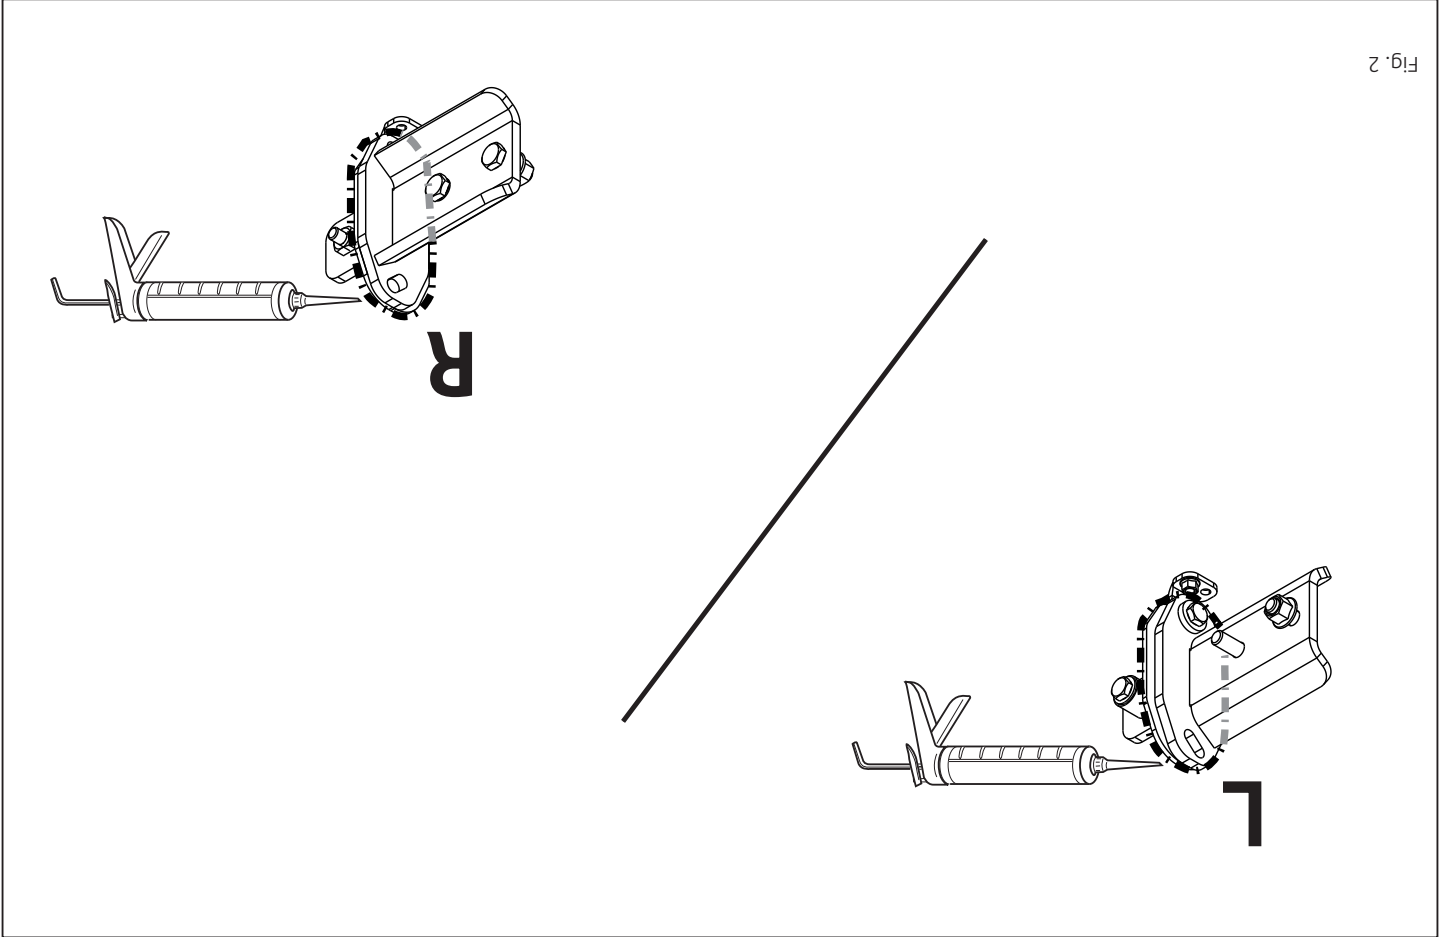

Fig. 2
8. Kit de aangegeven delen af (zie fig.2)
8. Seal the portions indicated (see fig. 2).
8. Die angegebenen Teile kitten (siehe Abb. 2).
8. Герметизировать обозначенные части (см. рис. 2)